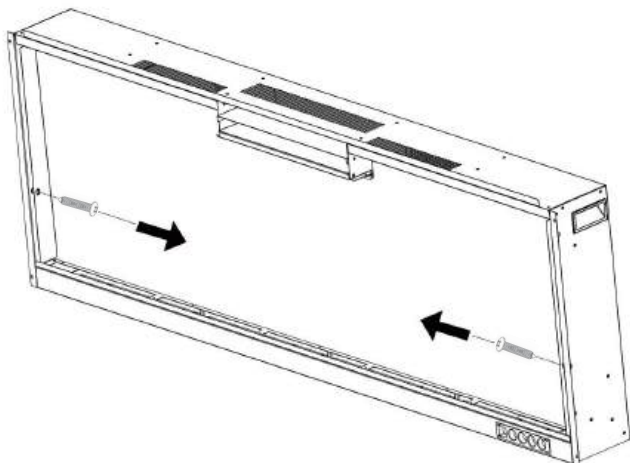

Fig. 2-1
A. Zdejmij śruby (1 na stronę) z boków kominka. Odłóż śruby na bok (**Rys. 2-1**)